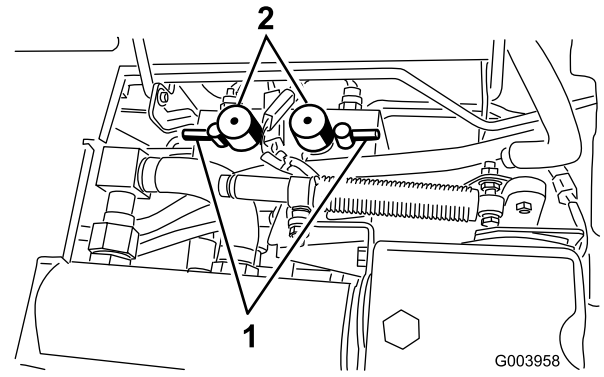

図 84
5. 両方のリール速度セレクタを 1 にセットする (図 84)。
6. バックラップ・スイッチで前のカッティングユニット又は後ろのカッティングユニット、あるいは両方を選択する (図 84)。